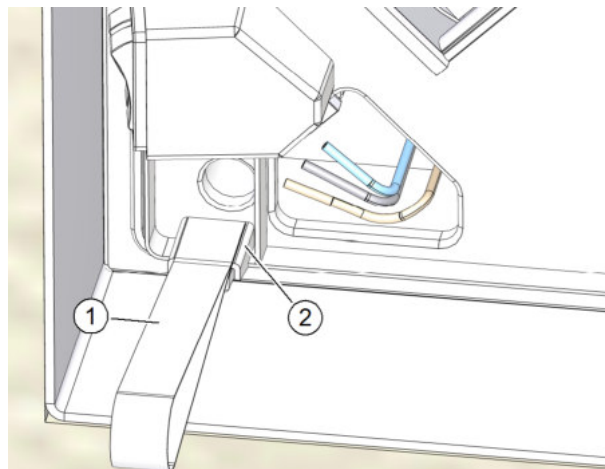

Abb. 13: Deckelauszugband am linken Deckelhalter befestigen
- ▶ Kleben Sie das Deckelauszugband (Pos. 1 in Abb. 13) an der Oberseite des linken Deckelhalters (Pos. 2 in Abb. 13) fest.